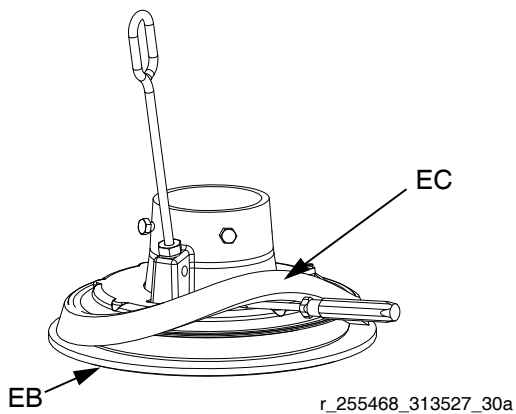

图 17：滑动垫片
3. 用手弯动垫片（EC）使其脱离压板，将其从法兰和底部刮环（EB）上拉下。参见图 17。
2. 确保垫片 (EC) 直径大的一面朝下。用手将垫片 (EC) 慢慢套上压盘法兰。参见图 17。